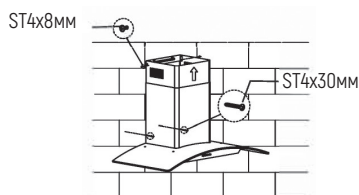

Рис. 5
5. Установите оба воздуховода на корпус вытяжки, отрегулируйте высоту внутреннего воздуховода и закрепите его винтом на кронштейне внутреннего воздуховода. Затем закрепите корпус с помощью винта. См. рис. 5.